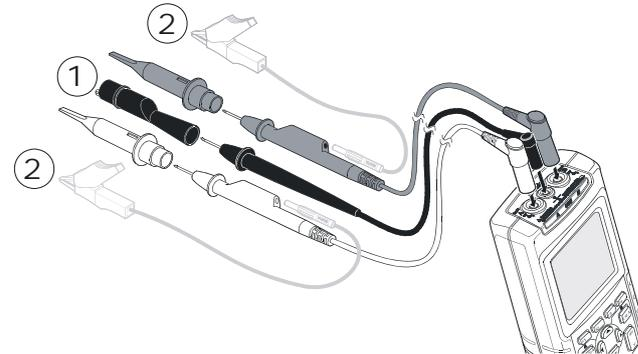

Abbildung 2-3. Messanordnung zur Spannungsmessung
Siehe Abbildung 2-3. Verbinden Sie die kurzen Masseleitungen ② mit dem gleichen Massepotential. Sie können zur Erdung auch Messleitung ① verwenden. Siehe dazu auch Kapitel 9: Ordnungsgemäße Erdung.